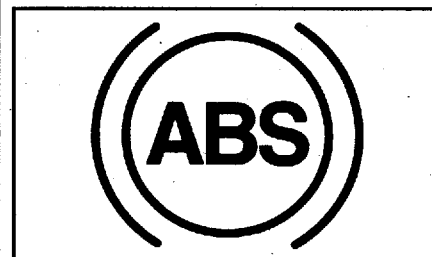

Рис. 80. Контрольная лампа ABS
• При пуске двигателя контрольная лампа системы ABS загорится на 4–5 с (рис. 80). В это время ABS подвергнется диагностическому тесту. Если всё будет в порядке, контрольная лампа погаснет. Если лампа продолжает гореть, это означает, что в системе ABS имеется неисправность.